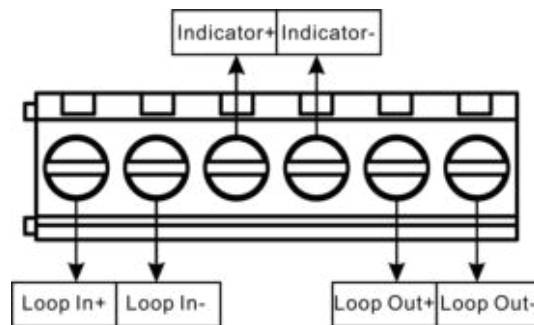

Рис. 2 Основание изолятора и схема подключения
2. Провода от основания проникают в центральное отверстие и подключаются к соответствующим клеммам. На рис.2 показана схема базового терминала.